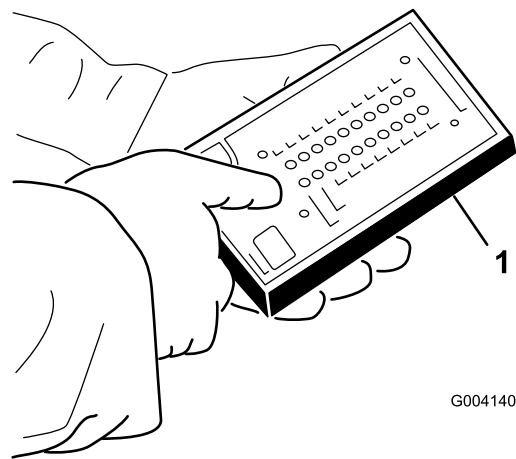

Figura 28
5. Conecte el conector de la pantalla diagnóstica ACE al conector del arnés (Figura 28).